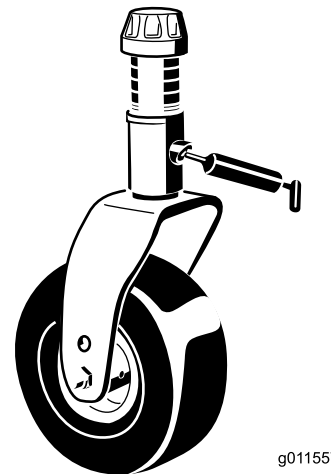

Figura 45
- 2 casquillos del eje de la horquilla de la rueda giratoria (Figura 45)